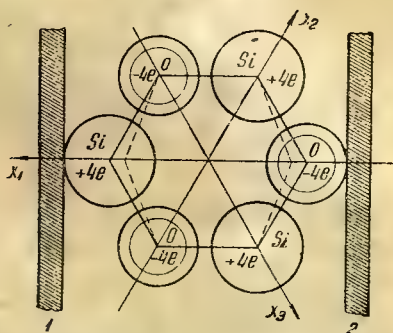

Рис. 8. Схема индукции пьезоэлектрических зарядов на обкладках элементарного кристаллика. Пунктиром указана деформация кристаллика при сжатии по оси X_1
Кварц представляет собой химическое соединение (SiO_2) кремния (Si) с кислородом (O), причем два атома кислорода вступают в соединение с одним атомом кремния. Ввиду того, что каждый атом кислорода (рис. 4) имеет 6 внешних электронов, а кремний Si, занимающий 14-е место в Менделеевской системе, имеет их 4 (рис. 5), то каждый атом кислорода присоединяет к себе по 2 электрона, образуя устойчивую группу. В результате этого в таком соединении каждый атом кислорода будет обладать двумя избыточными отрицательными электрическими зарядами, так как число периферийных электронов у него будет 10, в то время как заряд его ядра остается прежним. Атом же кремния, потеряв 4 электрона, будет иметь 4 избыточных положительных заряда, так как ядро его имеет 14 положительных зарядов, а после соединения с кислородом у него осталось всего 10 периферийных электронов (рис. 6). На основе большого количества рентгенограмм, снятых с кристаллов пьезоэлектрического кварца, и его физических свойств, как-то: лучевращение, лучепреломление и т. д., была построена модель молекулы пьезоэлектрического кварца, позволяющая чрезвычайно просто объяснить его пьезоэлектрические свойства (рис. 7). Молекула кристалла имеет ту же форму, что и сам кристалл. Следовательно, атомы, составляющие молекулу кварца, должны представлять собой шестигранную призму. По ребрам этой призмы в чередующемся порядке, расположены либо один атом кремния Si, либо два атома кислорода O, т. е. элементарный кристалл представляет собою соединение $3(\text{SiO}_2)$. Исходя из вышесказанного, с электрической точки зрения можно считать, что на каждом ребре имеется 4 электрических заряда, т. е. либо 4 положительных заряда атома Si либо 4 отрицательных заряда двух атомов O. Если такую молекулу поместить между металлическими электродами 1 и 2 (рис. 8), то в нормальном состоянии мы на обкладках не обнаружим никаких электрических зарядов, так как влияние 4 положительных зарядов, прилегающих к обкладке 1, будет компенсироваться влиянием 8 отрицательных зарядов, находящихся несколько дальше от этой обкладки. Точно так же влияние 4 отрицательных зарядов, прилегающих к обкладке 2, будет компенсироваться несколько далее отстоящими восемью положительными зарядами двух атомов Si. Если же мы эти обкладки сожмем, то в результате упругих свойств молекула сократится по оси X, обкладка 1 приблизится к 8 отрицательным зарядам четырех атомов O, а обкладка 2 приблизится к 8 положительным зарядам двух атомов Si.